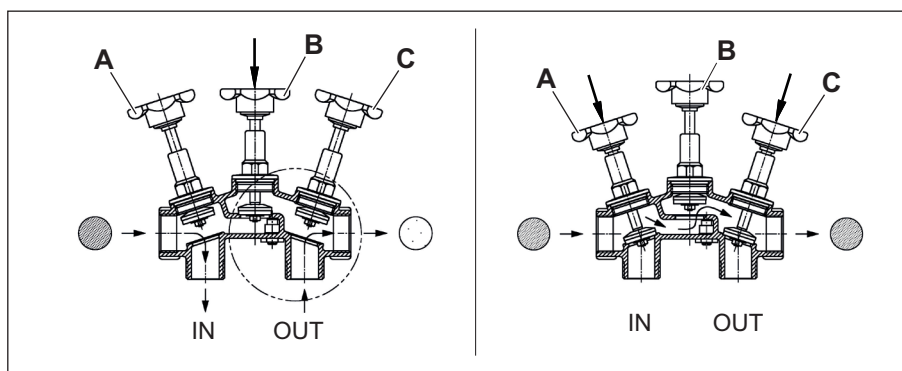

Fig. 5: Blandingsarmatur i driftsposition og i bypass-position
Driftsposition (fig. 5 til venstre): venstre (A) og højre (C) stopventil er åbne, den midterste stopventil (B) er lukket.
Bypass-position (fig. 5 til højre): midterste stopventil (B) er åben, venstre (A) og højre (C) stopventil er lukket.